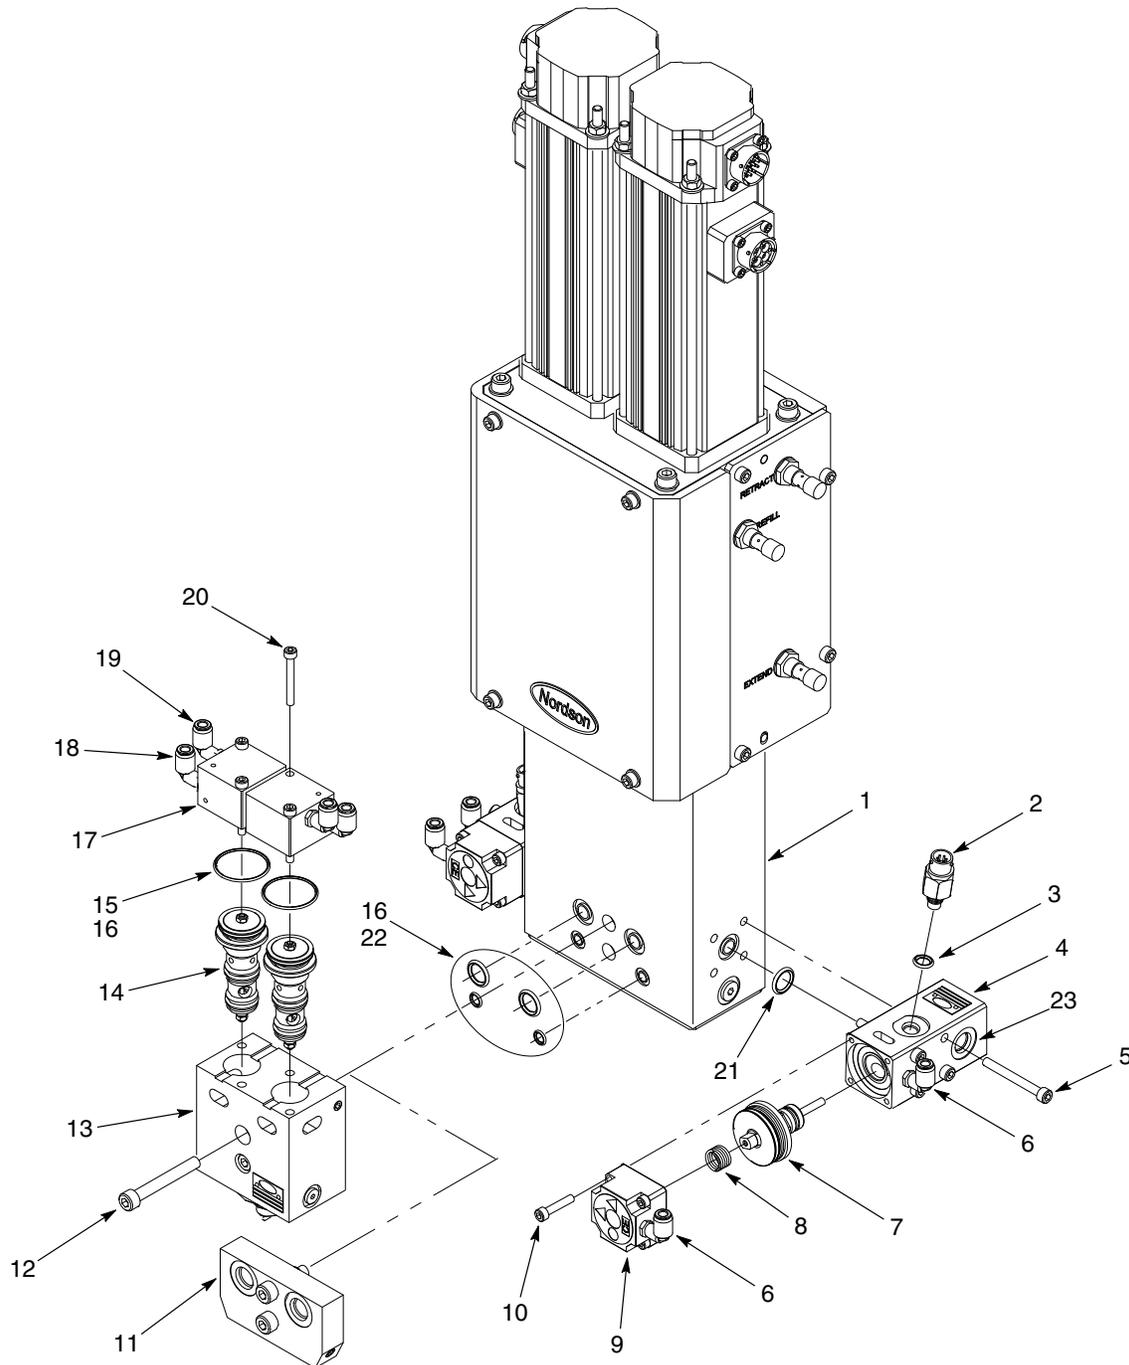

Figura 9 Reparación de la válvula de entrada y de salida
1. Ver la figura 9. Extraer los tornillos (10) que fijan la tapa del cilindro neumático (9) al cuerpo de la válvula (4). Extraer el muelle (8) del cuerpo de la válvula.
2. Utilizando un pequeño destornillador, extraer el cartucho de empaque (7) del cuerpo de la válvula (4).
3. Instalar el cartucho nuevo de empaque (7) en el cuerpo de la válvula (4).
4. Instalar el muelle (8) en el cartucho de empaque (7).
5. Instalar la tapa del cilindro neumático (9) utilizando los tornillos (10). Apretar los tornillos a 8,5-9 N•m (75-80 pulg.-lb).
2. Ver la figura 9. Extraer los tornillos (20) que fijan la tapa del cilindro neumático (17) al cuerpo de la válvula (13). Extraer la tapa del cilindro neumático.
3. Introducir un destornillador en las ranuras del cuerpo de la válvula (13) y sacar el cartucho de empaque (14).
5. Utilizar la grasa correspondiente (16) para lubricar las juntas tóricas (15).
6. Insertar el cartucho nuevo de empaque en el cuerpo de la válvula (13).
7. Instalar la tapa del cilindro neumático (17) utilizando los tornillos (20). Apretar los tornillos a 5,65 N•m (50 pulg.-lb).
8. Repetir los pasos 2 a 7 para los cartuchos de empaque restantes (14).
1. Ver la figura 9. Desconectar los siguientes elementos de la válvula de entrada (4):
- el cable del transductor de presión (2)
- las líneas de aire de los racores acodados (6)
- la línea del material del puerto de entrada (23)
2. Extraer los tornillos (5) que fijan la válvula de entrada (4) al aplicador S2K (1).
3. Extraer la junta tórica (21) y comprobarla en cuanto a daños. Sustituir la junta tórica, en caso necesario.
4. Extraer estas piezas de la válvula de entrada antigua (4) e instalarlas en la válvula de entrada nueva:
- transductor de presión (2); apretar los tornillos a 5-5,6 N•m (45-50 pulg.-lb).
- racores acodados (6)
5. Instalar la válvula de entrada (4) en el aplicador S2K (1) utilizando los tornillos (5). Apretar los tornillos a 13,5 N•m (10 pies-lb).
Ver la figura 9. Este procedimiento solo es aplicable para las configuraciones que tienen instalada una válvula de salida en el aplicador S2K (1). Si hay instalado un distribuidor (11) en el aplicador S2K, ver el manual entregado con la válvula de salida aplicable para los procedimientos de reparación.
2. Extraer los tornillos (12) que fijan la válvula de salida (13) al aplicador S2K (1).
3. Retirar y desechar las juntas tóricas (22).
4. Lubricar las juntas tóricas (22) con la grasa correspondiente (16) e instalarlas en la carcasa (1).
5. Instalar la válvula nueva de salida (13) en la carcasa (1) utilizando los tornillos (12). Apretar los tornillos a 33 N•m (24 pies-lb).
1. Ver la figura 9. Desconectar el cable del transductor de presión (2).
2. Extraer el transductor de presión (2) de la válvula de entrada (4).
3. Lubricar la junta tórica del transductor de presión nuevo (3) con la grasa correspondiente. Instalar el transductor de presión (2) en la válvula de entrada (4) y apretarlo a 5-5,6 N•m (45-50 pulg.-lb).
4. Conectar el cable al transductor de presión (2).